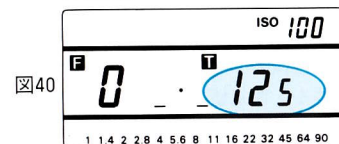

図40
F/Tキー⑰を押すと測定の前後に関係なくF値とT値の測定モードに切り替わります。(図40、図41)